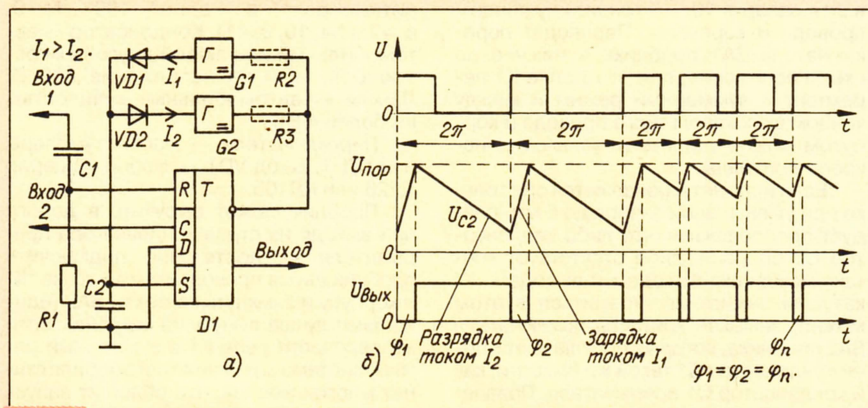

Рис. 1
Предлагаемый вниманию читателей фазовый узел (рис. 1, а) выполнен на D- или RS-триггере и не требует применения вспомогательных генераторов. Он снимает основные проблемы получения фазового сдвига относительно одного из перепадов импульсной последовательности в широком частотном интервале. Для плюсовых перепадов входы С или R триггера DD1 можно использовать независимо (подавая на вход С сигнал любой скважности, а на вход R — короткие импульсы через дифференцирующую цепь). Если инвертировать входной сигнал, можно реализовать сдвиг фазы для минусовых перепадов.
Из подобия кривых перезарядки конденсатора C2 (график  $U_{C2}$  на рис. 1, б) видно, что сдвиг выходных импульсов  $U_{вых}$ , выраженный в угловых единицах (фаза), зависит не от входной частоты, а от отношения значений тока  $I_1$  и  $I_2$ . Регулировать выходную фазу ( $\varphi$ ) можно изменением тока одного из генераторов, обеспечивая выполнение условия  $I_1 > I_2$ . При этом минимальный угол будет всегда больше нуля, так как конденсатор C2 не может быть заряжен мгновенно, а максимальный — несколько меньше 180 град. (вблизи этого значения узел переходит в колебательный режим). Заданный сдвиг фазы стабилен в пределах рабочего частотного интервала, а при резком изменении частоты восстанавливается после кратковременного переходного процесса.
Для выбора соотношения номиналов резисторов по заданному фазовому сдвигу (см. рис. 1) можно использовать формулу:  $R_3/R_2 = (2\pi - \varphi)/\varphi(K-1)$  (1), где  $K = U_{пит}/U_{пор}$  (для логики КМОП  $K=2$ ), а для определения фазового сдвига по известному соотношению значения сопротивления резисторов и пороговому напряжению входа S триггера — формулу:  $\varphi = 2\pi R_2/[R_3(K-1) + R_2]$  (2). Нижнюю входную частоту ориентировочно оценивают из выражения:  $F_n \geq 3/R_3 \cdot C_2$  (3).
Расчет фазового узла на таймере КР1006ВИ1 имеет некоторые отличия в связи с тем, что конденсатор C2 заряжается через последовательно соединенные резисторы R2 и R3, разряжается через резистор R2, а вход S здесь инвертирующий. График напряжения на конденсаторе в этом случае будет инверсным по сравнению с графиком  $U_{C2}$  на рис. 1, б. Поэтому значение порогового напряжения необходимо отсчитывать не от общего провода, а от напряжения питания. В рассматриваемом случае  $U_{пор} = 2U_{пит}/3$ , т. е.  $K=1,5$ . Для этого случая формула (2) будет иметь вид:  $\varphi = 4\pi R_2/(R_3 + 3R_2)$ .
Указанный недостаток легко исправить — достаточно вместо инвертора DD3.1 (см. рис. 1 в вышеуказанной статье) применить двухходовый сумматор по модулю 2 ИСКЛЮЧАЮЩЕЕ ИЛИ и заменить переключатель режимов измерения другим — с тремя группами переключающих контактов на пять положений (5ПЗН).